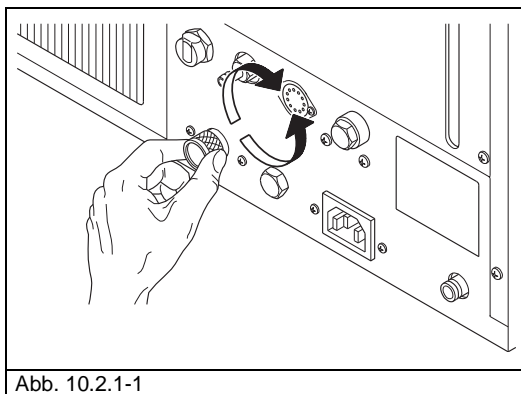

Abb. 10.2.1-1
2. Den oben am Ventil angebrachten Verschluss durch Drehen im Uhrzeigersinn aufschrauben (Abb. 10.2.1-1), und zwar bis zum Endanschlag und bis sich dieser frei dreht.